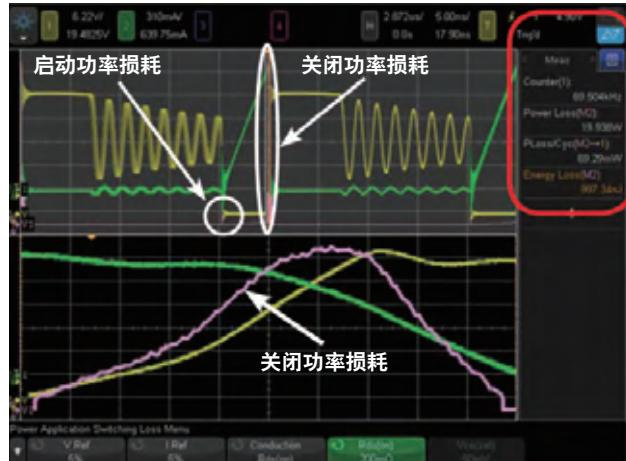

图18：查看屏幕中央的功率尖峰，以测量晶体管关闭相的功率和能量损耗。
13. 调整水平时延 / 位置设置(较小的水平旋钮)，将功率尖峰调整至下方缩放显示的中央位置，如图18所示。
注意，部分开关电源在晶体管启动相(电压下降，电流开始形成)也会出现损耗。在这种情况下，您可以在主 / 上时基显示中看到两个功率尖峰。若使用Agilent SMPS培训套件作为被测器件，启动相的功率和能量损耗相对较低，如图18所示，主时基视图较低幅度的功率尖峰。如果您看到第二个较大的功率波形尖峰，您也当放大显示可能出现在启动相位的该尖峰，以测量该相位的损耗。
例中，Agilent SMPS 培训套件测量得到的导电相功率损耗 / 周期约为 35 mW，能量损耗约为 500 nJ。参考图18的关闭相损耗测量，我们测得功率损耗 / 周期约为 65 mW，能量损耗约为 930 nJ。一个开关周期的总损耗是关闭相、启动相(测量值，但未显示)和导电相测得功率损耗 / 周期和能量损耗的总和。测量值如下表所示：